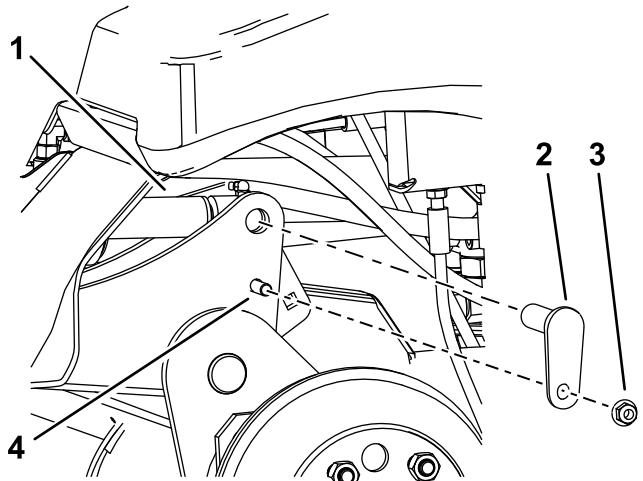

Bild 10
- C. Verwenden Sie einen Austreiber, um die Löcher der Zylinderstange mit den Löchern des Hubarms auszurichten (Bild 10).
- D. Verwenden Sie zwei Schrauben ($\frac{3}{8}$ " x $1\frac{1}{4}$ "), zwei Muttern ($\frac{3}{8}$ ") und zwei kleine Stifte, um die Hubarme an den Zylindern zu befestigen (Bild 10).